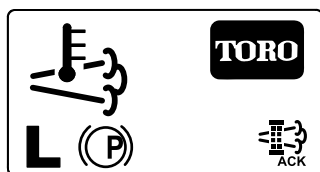

Figure 68
8. L'InfoCenter affiche l'écran d'accueil et l'icône de confirmation de la régénération (Figure 68) apparaît en bas à droite de l'écran pendant le processus de régénération.